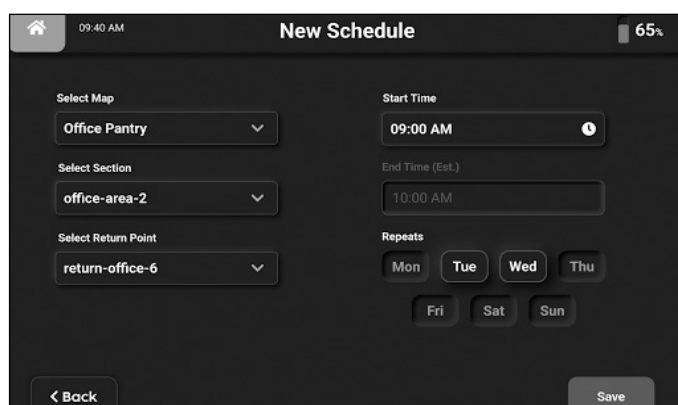

Figure 50
3. Appuyez sur le menu déroulant « Sélectionner une carte » et choisissez une carte existante (**Fig. 50**).
4. Appuyez sur le menu déroulant « Sélectionner une section » et choisissez au moins une section existante (**Fig. 50**).
5. Appuyez sur le menu déroulant « Sélectionner le point de retour » et choisissez un point auquel le VP25 reviendra une fois le nettoyage terminé (**Fig. 50**).
6. Appuyez sur « Heure de début » et sélectionnez une heure de début pour la planification. Le temps d'arrivée estimé sera affiché dans « Heure de fin (estimation) » (**Fig. 50**).
7. Appuyez sur jours requis dans « Répétitions » pour programmer des opérations de nettoyage récurrentes pour ces jours (**Fig. 50**).